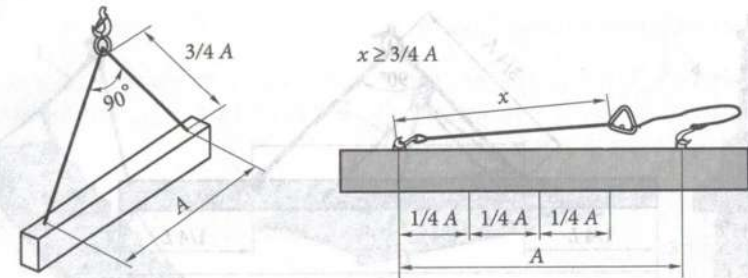

Рис. 1.10. Подбор стропа по длине:
- необходимо убедиться, что **длина  $x$**  ветви стропа (рис. 1.10) составляет не менее  $3/4$  расстояния  $A$  между местами строповки. При выполнении данного условия угол между ветвями стропа будет не более 90°.